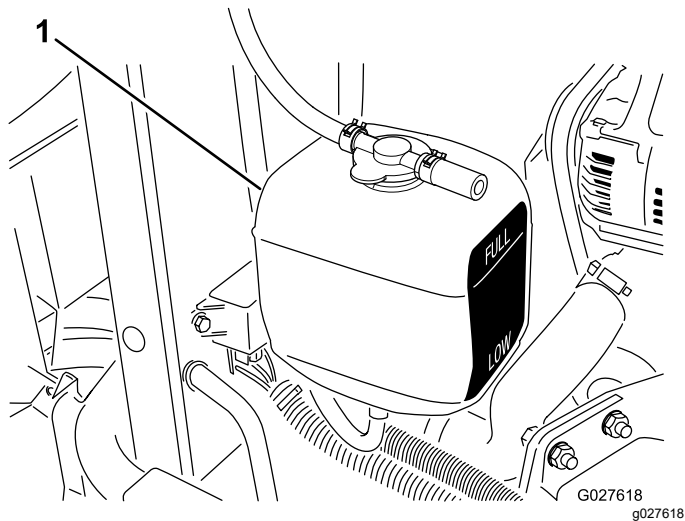

Bild 77
3. Prüfen Sie den Kühlmittelstand im Ausdehnungstank (Bild 77).